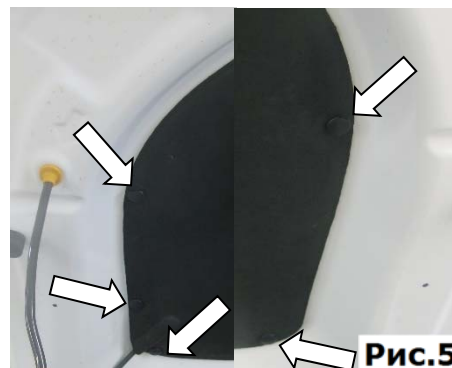

Рис.5
4. Демонтируйте пистоны крепления обшивки капота, (Рис. 5).